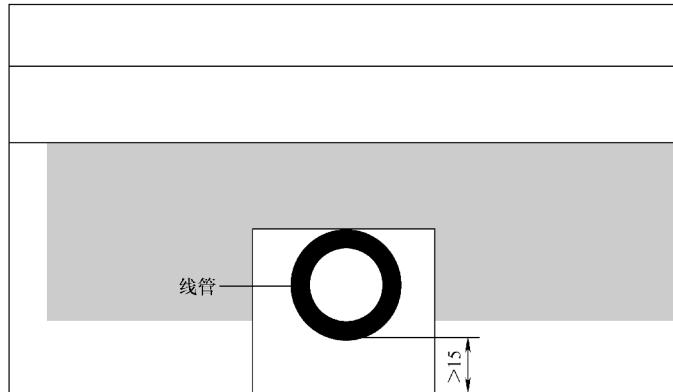

图 4-18 线槽深度要求
① 在使用切割机之前，可以先将画线部分用水进行浇灌，使墙面潮湿；在开始切割时，一边切割一边向切割位置注水，此时应注意，不要让水流入切割机中造成短路，而烧毁切割机，并且注意切割机的电线要与切割机的砂轮保持距离，避免将电线切断。
② 使用锤子和凿子进行细凿，即用切割机将需要去除部分凿下来，使线槽内整齐无突起，并且保证线槽的深度能够容纳线管和线盒，其深度一般要求线管理入墙体抹灰层的厚度大于 15mm。如图 4-18 所示。
③ 使用冲击钻将一些很难细凿下来的部分去除并清理干净，以保证线管和线盒的安装。